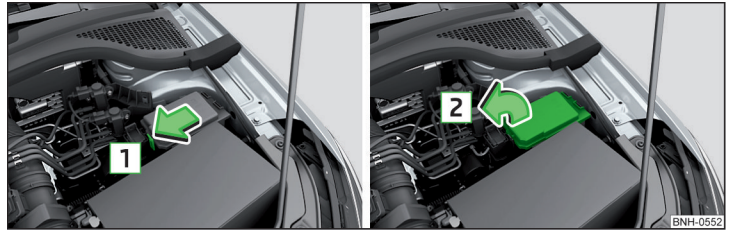
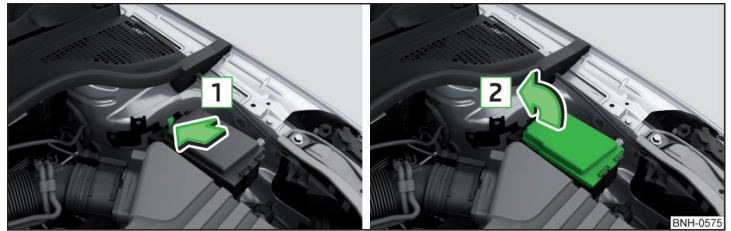

Fig. 187 Capacul panoului de siguranțe - varianta 1
Fig. 188 Capacul panoului de siguranțe - varianta 2
- Apăsați tasta de blocare a capacului în sensul săgeții **1** » fig. 187 sau » fig. 188 și scoateți capacul în sensul săgeții **2**.